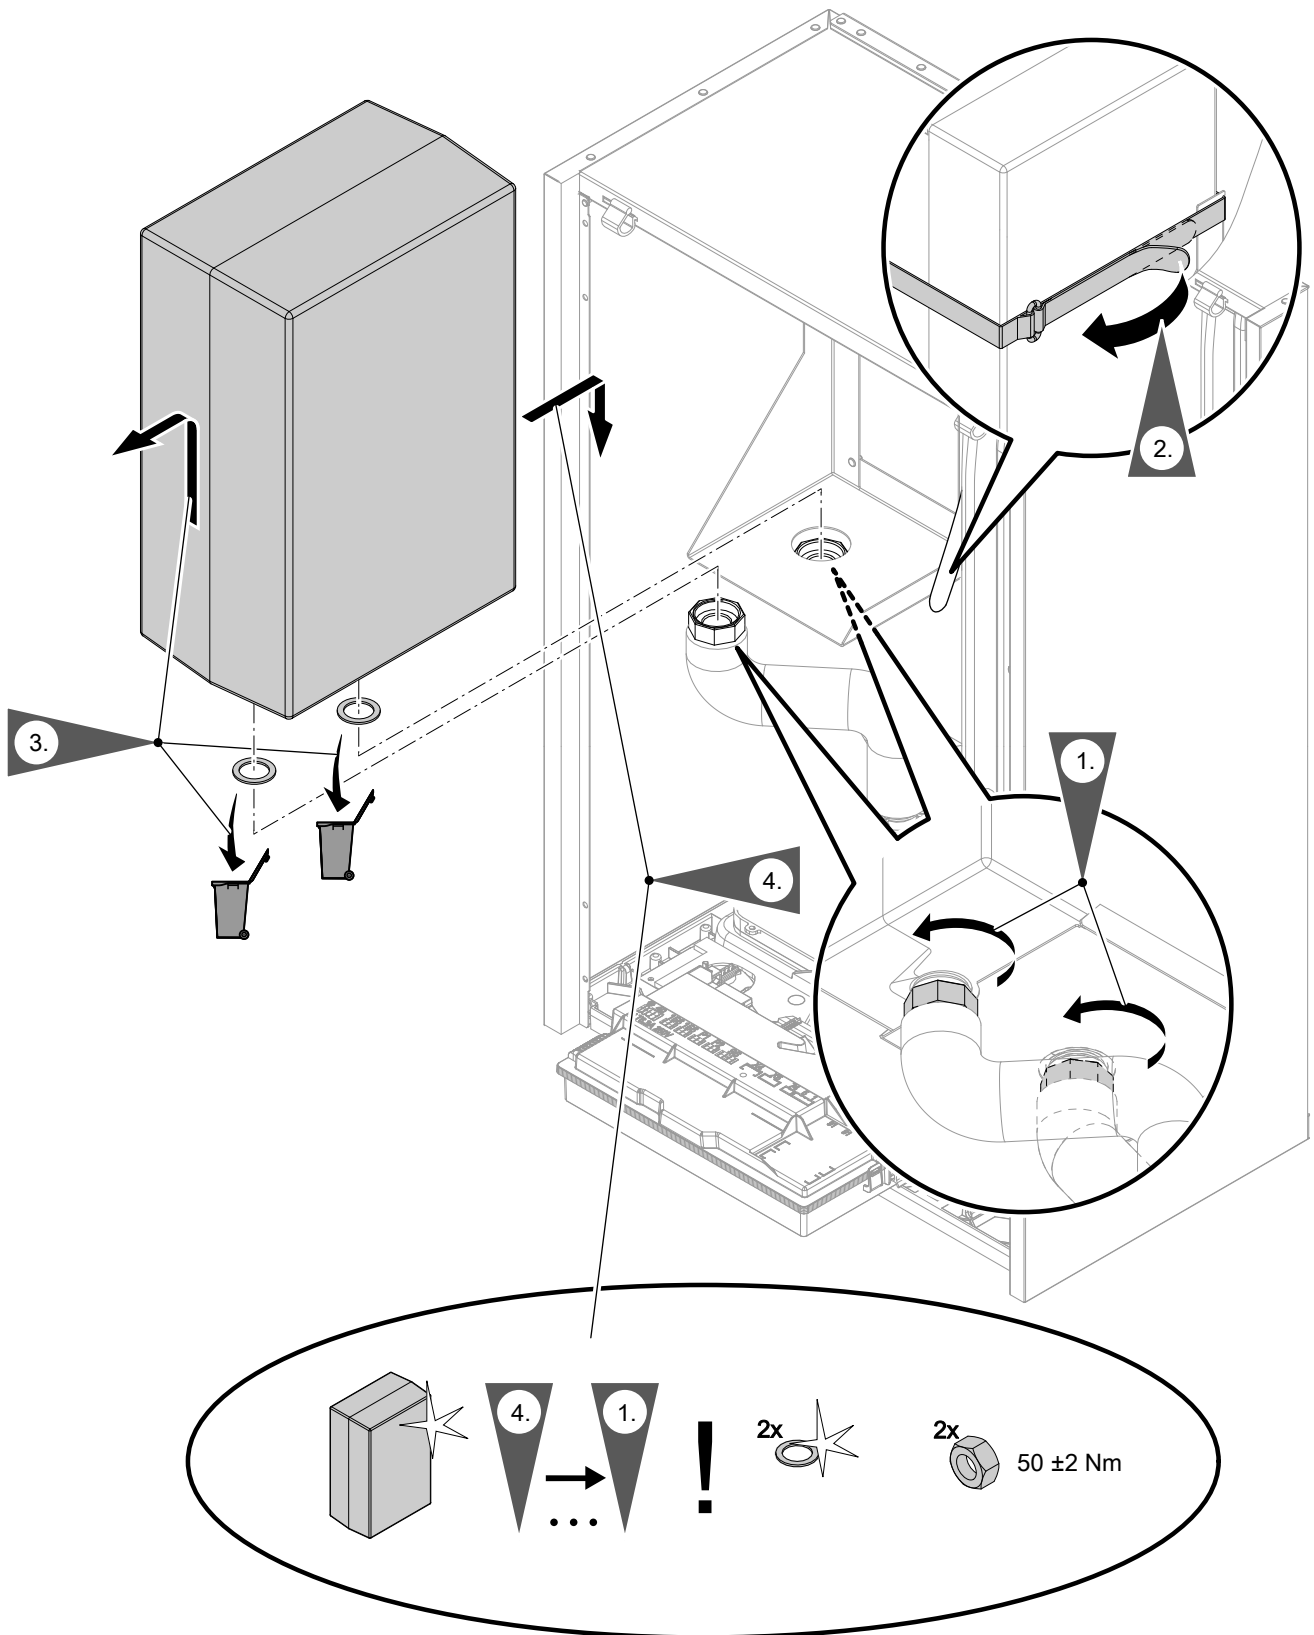

Abb. 89
- Integrierter Pufferspeicher: Siehe Abb. 89.